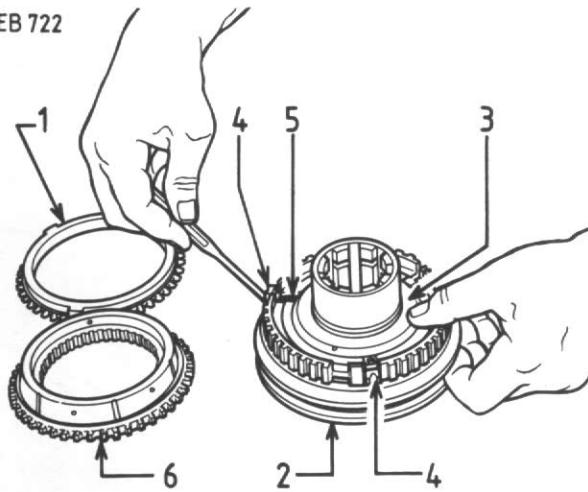

Figure 74
Pour enlever le corps du synchroniseur (3, Fig. 74) du manchon baladeur (2), poussez d'abord les reteneurs (4) avec les billes hors des gorges du manchon baladeur pour éviter que les ressorts (5) ne se tordent. Prenez soin de recouvrir le synchroniseur d'un linge pour ne pas égarer les billes ou les ressorts.